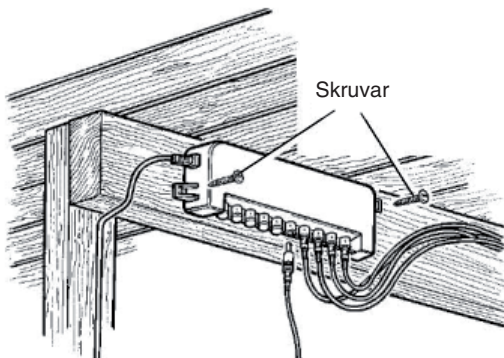

Fig. 6
10. Kopplingsboxen ska monteras med skruvar (medföljer ej) med uttagen vända neråt (se fig 6).